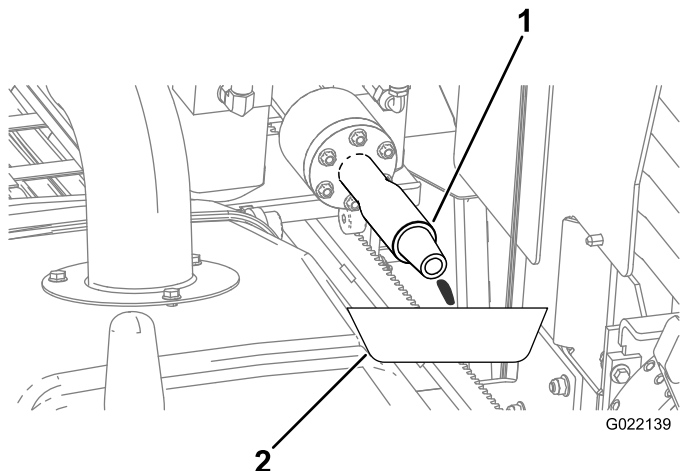

Рисунок 127
- A. Подставьте сливной поддон под буровой шпindel для сбора утечки антифриза (Рисунок 127).
- E. Когда антифриз будет выходить из бурового шпинделя (Рисунок 127), выключите насос.